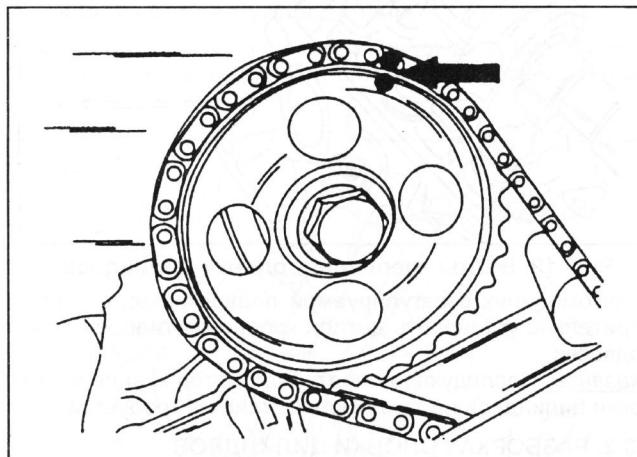

Рис. 14. Нанесение меток на звездочки распределительных валов и цепь привода.
- ◆ Краской нанести метки на звездочки распределительных валов и цепь привода, даже если снимается только одна головка цилиндров (см. рис. 14).